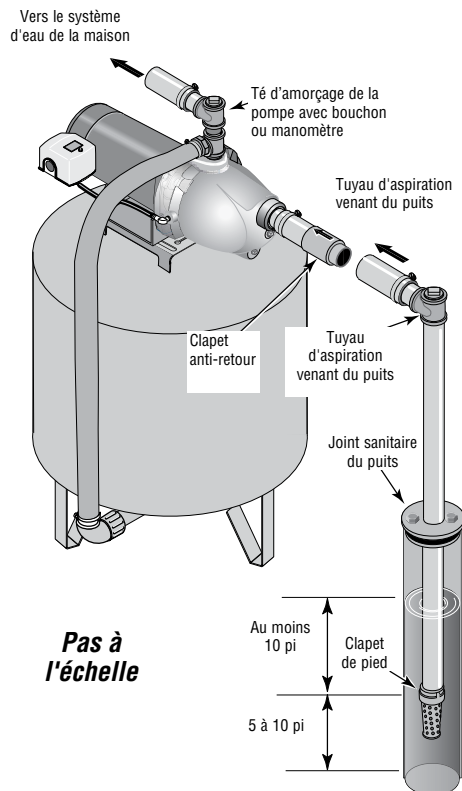

Figure 2 : Installation dans un puits à tubage
INSTALLATION SUR UN PUIT À TUBAGE DE 2 POUCES DE DIAMÈTRE OU PLUS GRAND (voir la Figure 2)
- 2 ° Brancher le clapet de pied, la crépine et le tuyau du puits (voir la Figure 2). S'assurer que le clapet de pied fonctionne librement.
- 4 ° Poser le té d'amorçage, le bouchon d'amorçage et le tuyau d'aspiration sur la pompe (voir la Figure 2). Brancher le tuyau provenant du puits sur l'orifice d'aspiration de la pompe en utilisant le moins possible de raccords - en particulier des coudes - étant donné que les raccords augmentent le frottement de l'eau dans les tuyaux (il faut toutefois ajouter un clapet de pied — voir la Figure 2). Le diamètre du tuyau d'aspiration doit être au moins aussi grand que le diamètre de l'orifice d'aspiration de la pompe. Utiliser du ruban d'étanchéité en PTFE pour filetage sur les raccords de tuyaux filetés. Supporter le tuyau de façon qu'il ne soit pas cintré afin qu'il n'exerce pas de contraintes sur le corps de la pompe; de plus, il doit être légèrement incliné vers le haut, du puits jusqu'à la pompe (les points hauts risquent de causer des poches et des bouchons d'air dans la pompe). Rendre étanches les joints du tuyau d'aspiration avec du ruban d'étanchéité en PTFE pour filetage. Les raccords doivent être étanches à l'air et à l'eau. *Si le tuyau d'aspiration aspire de l'air, la pompe ne pompera pas l'eau du puits.*